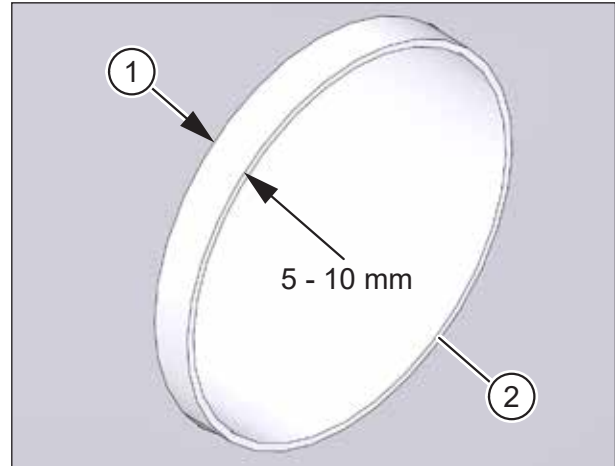

Abb. 7: Lüftungsrohre überprüfen
- ▶ Überprüfen Sie, dass die Lüftungsrohre 5 - 10 mm (siehe Pos. 1 in Abb. 7) über den Außenputz überstehen.
- ▶ Überprüfen Sie, dass die Schnittstellen der Lüftungsrohre (siehe Pos. 2 in Abb. 7) entgratet sind.